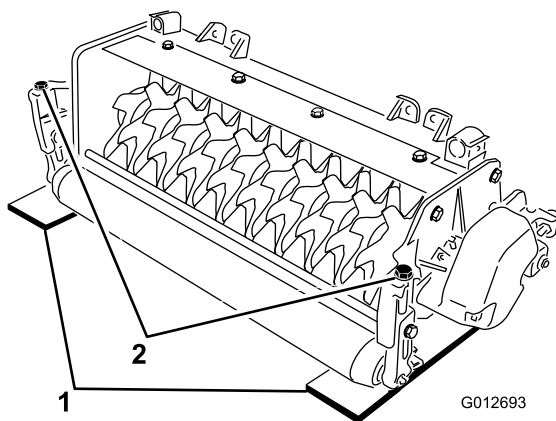

図 4
2. 希望する深さ（刃が地面に食い込む深さ）と同じ厚さのゲージバーを 2 枚用意し、ユニットの左右で後ローラとバーチカッター・リールの下にあてがう（図 4）。
3. 各刈高ブラケットについている調整ボルト（図 4）を使って、リール刃の両端を床に接触させる。